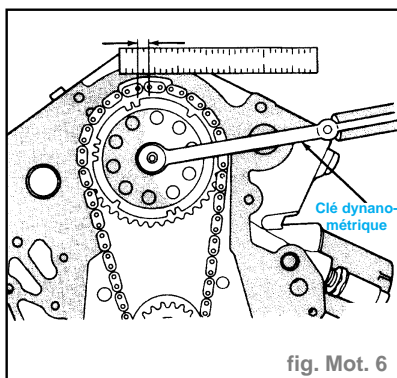

fig. Mot. 6
- Maintenir une règle graduée bien droite comme illustré (fig. Mot. 6) le long des maillons de la chaîne. Appliquer le couple dans le sens inverse, **41 N.m** avec les culasses posées ou **20 N.m** avec les culasses déposées. Vérifier la course de la chaîne.